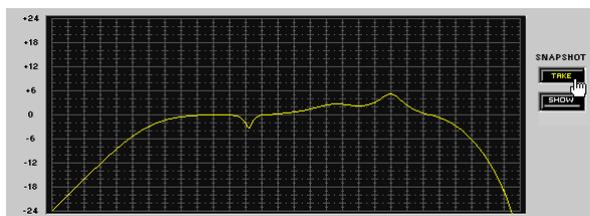

FIGURA 5-2: Captura de una imagen instantánea
1. Haga clic en el botón [TAKE] (tomar) como se ilustra en la Figura 5-2. Esto captura la curva actual de respuesta o de transferencia.